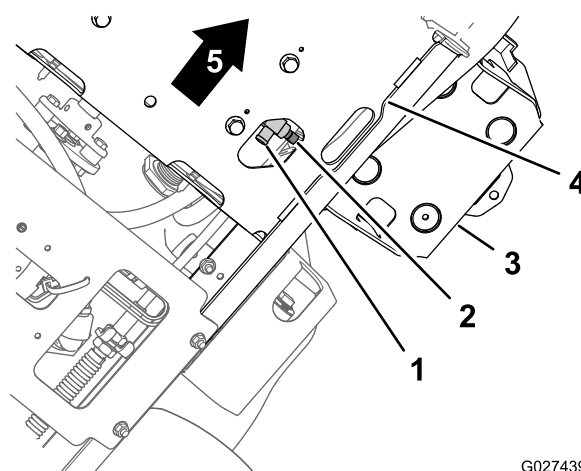

Figure 60
- Placez un bac de vidange de 1,5 L (1,6 pte américaine) de capacité ou plus sous le robinet de vidange au bas du blindage et vers l'intérieur par rapport au support de batterie (Figure 60).
- Ouvrez le robinet de vidange en tournant la tige à tête hexagonale du robinet dans le sens antihoraire à l'aide d'une clé (Figure 60).
- Fermez le robinet de vidange en le tournant dans le sens horaire jusqu'à ce qu'il soit parfaitement en place (Figure 60).